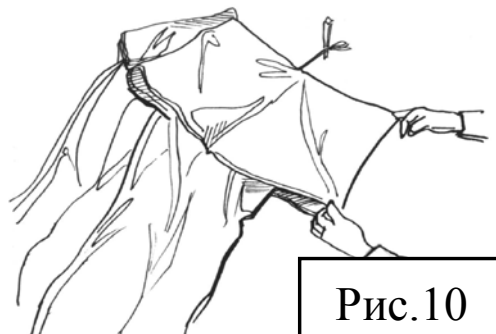
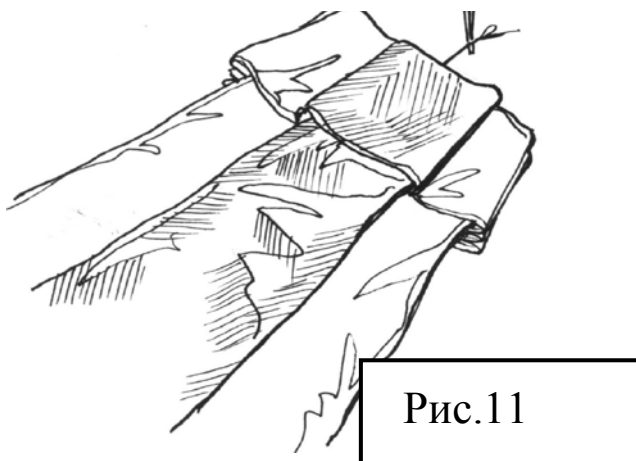

Рис.10
Рис.11
10. Перелистайте и уложите нижнюю кромку верхней оболочки парашюта (рис.10) сначала в одну сторону от среднего полотнища (условно между стропами №1 и №16 (ОК38)), а затем в другую. Расправьте нижнюю кромку верхней оболочки среднего полотнища (рис.11).